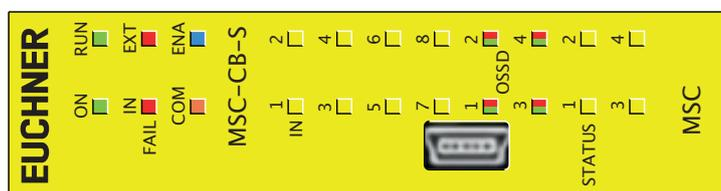

Fig. 17 : MSC-CB-S
8.3.2. Module de base MSC-CB-S (Fig. 17)